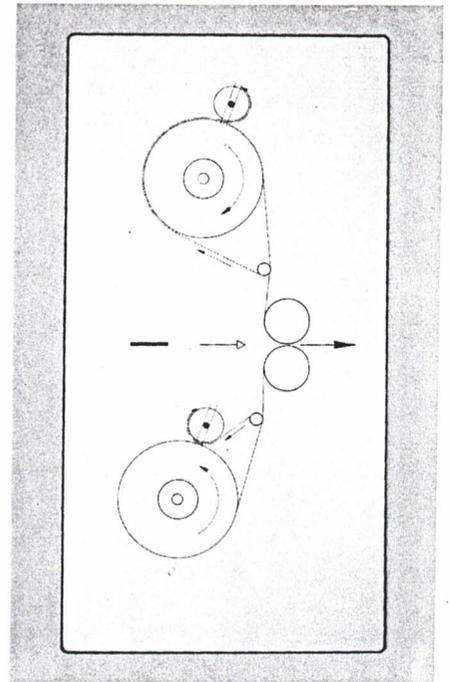

Abb. 14
- Resistaufnahmewellen ausschwenken und linken Schnellspanner abziehen. Resistrolle aufstecken, linken Spanner wieder aufsetzen und Hülse auf die Spanner schieben. Aufnahme­welle einschwenken. Das Einfädeln des oberen und unteren Resists erfolgt entsprechend dem auf der linken Frontplatte gezeigten Schema (Abb. 14).